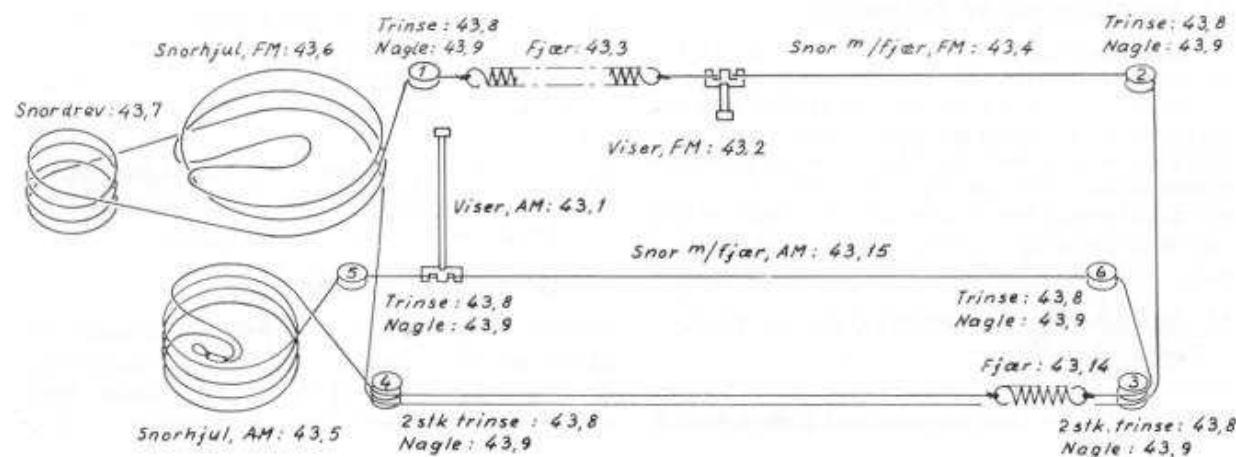

Fig. 15. Snortrekk TP3-1 over serienummer 950001.
Snorløpet er vist i fig. 15.
4.6.1 FM-snortrekk, se fig. 15.
4.6.2 AM-snortrekk, se fig. 15.